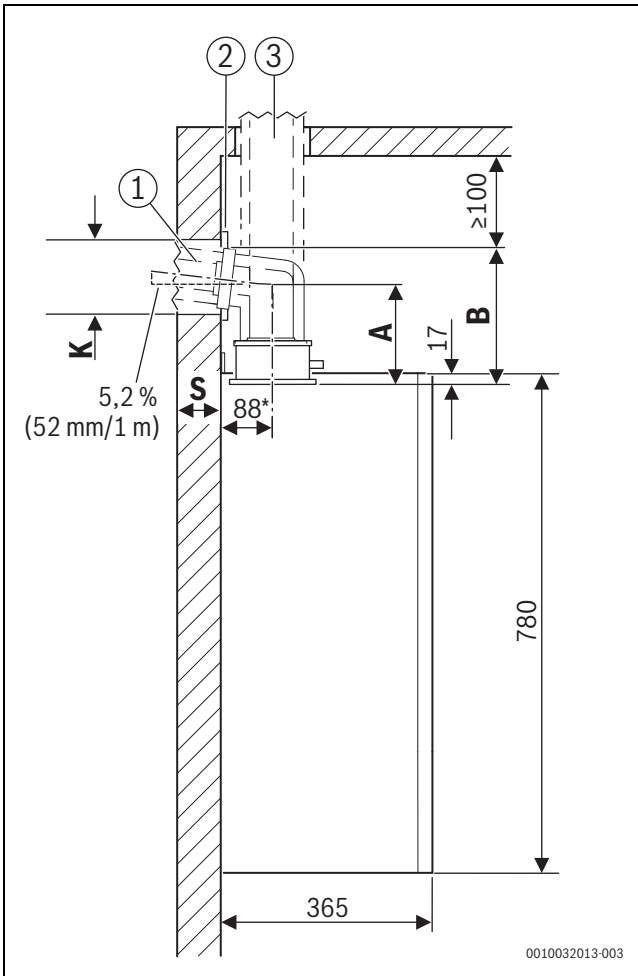
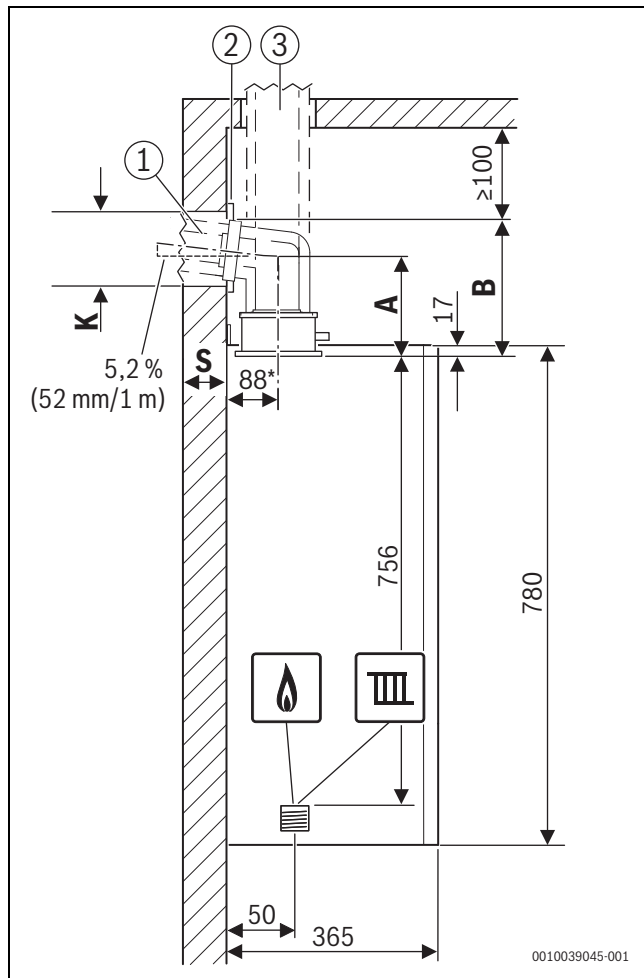

Bild 15 Seitenansicht (Maße in mm)
Bild 17 Seitenansicht (Maße in mm)
Abstand A und B → Bild 15, Seite 29 und Bild 17 und Seite 30.
- Ggf. Maß der Blende (→ Bild 15, Seite 29 und Bild 17 und Seite 30, [2]) addieren.